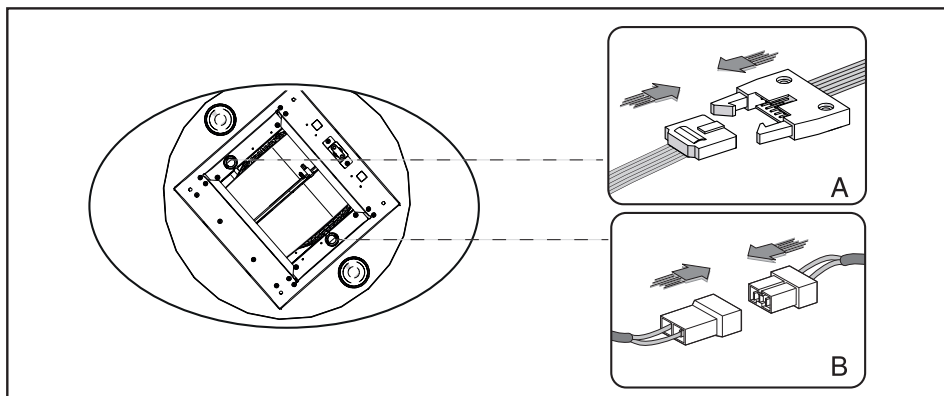

Fig.14
6. Procédez aux connexions électriques voulues entre le corps de la hotte et le groupe moteur. (**Fig. 14 A et B**).